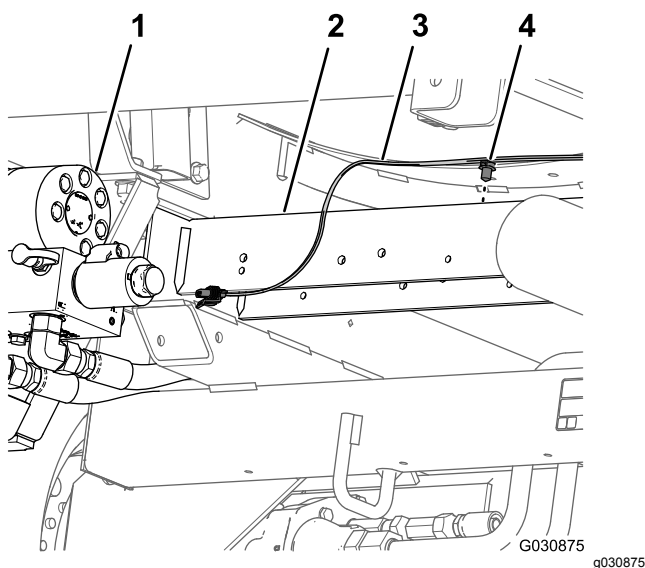

Figura 59
6. Rimuovete il fermo a pressione che fissa il cablaggio preassemblato posteriore (Figura 59)